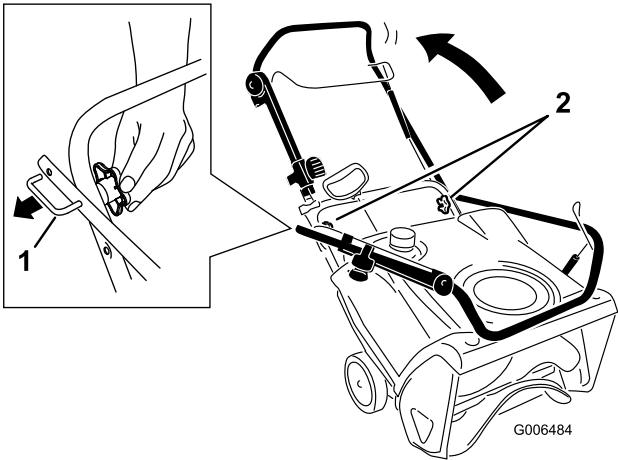

Figure 3
1. Desserrez les boutons du guidon, sortez les dispositifs de blocage en “U” jusqu'à ce que le guidon bouge librement, puis pivotez le guidon en position d'utilisation (Figure 3).